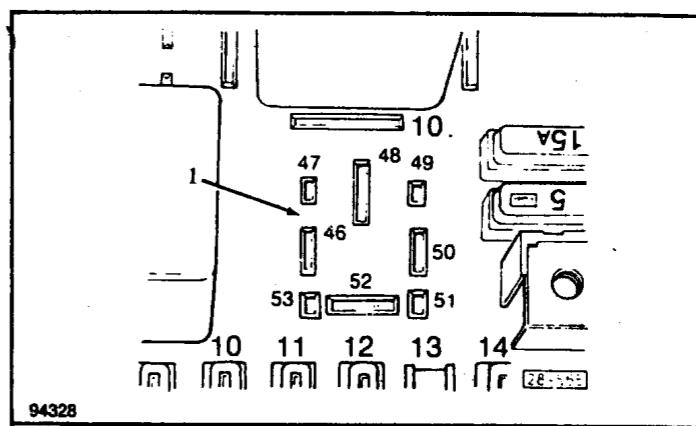
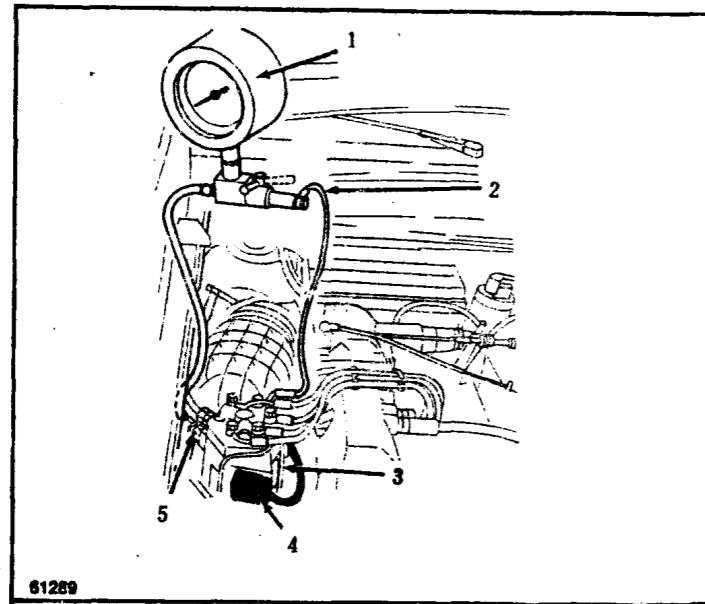

图1-12 检查油泵继电器线路(电子燃油喷射数字控制系统)
图1-13 检查燃油喷油系统压力
1) 用专用连接器把压力计（VW1318）连接在燃油分配器与冷起动喷油阀之间的管道上，并检查燃油分配器下舱室上的出入口接头（参见图1-13），检查时用螺纹插塞塞紧出入口，然后用跨接开关（μs 4880/3）跨接油泵继电器。油泵继电器线端技术参数可以参见图1-12。
1) 从继电器板上拆下油泵继电器，并打开点火开关，当继电器46号线与搭铁线连在一起时，测试灯应该亮。见图1-12。
1) 拆下冷起动喷油阀上的油管(见图1-13)，并拆下燃油分配器下舱室上的测试塞，然后把压力计(VW1318)连接在冷起动喷油阀上的油管与分配器下舱室之间。见图1-13。
1) 把压力计 (VW1318) 连接在冷起动喷油阀上的油管与燃油分配器下舱室之间(见图1-13)，并打开压力计上的阀门，然后，并使其运转至少半分钟。